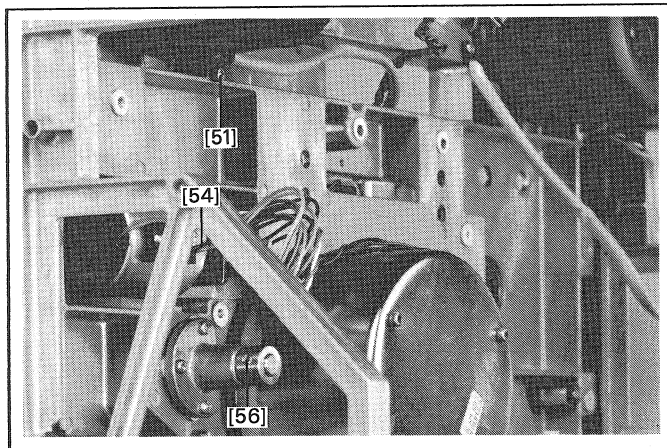

Fig. 24
- 1 Schraube der Motorkabel-Halterung [51] (Fig.24) lösen.
- 2 Sechskantschrauben [55] (Fig.24) der Andruck-Relaisbefestigung lösen und das Relais ausfahren.